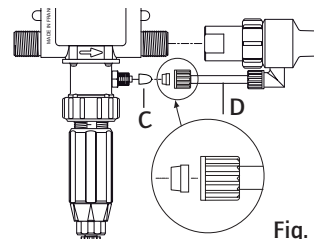

Fig. 2
Per i modelli Iniezione Esterna (IE) che permettono di lavorare con certi concentrati corrosivi, il Dosatron è anche consegnato con un sottoinsieme iniezione esterna (Fig. 2-D).